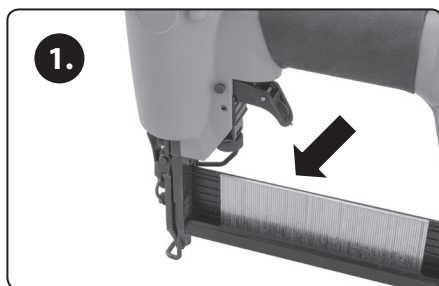

Abb. 2
EINSETZEN DER NÄGEL (ABB. 2)
2. Setzen Sie den Nagelstreifen in das Magazin (Abb. 2, Schritt 1) ein und schieben Sie ihn dann ganz nach vorne, sodass die Vorderseite des Nagelstreifens vorne im Eintreibkopf des Gerätes eingeführt wird (Abb. 2, Schritt 2).